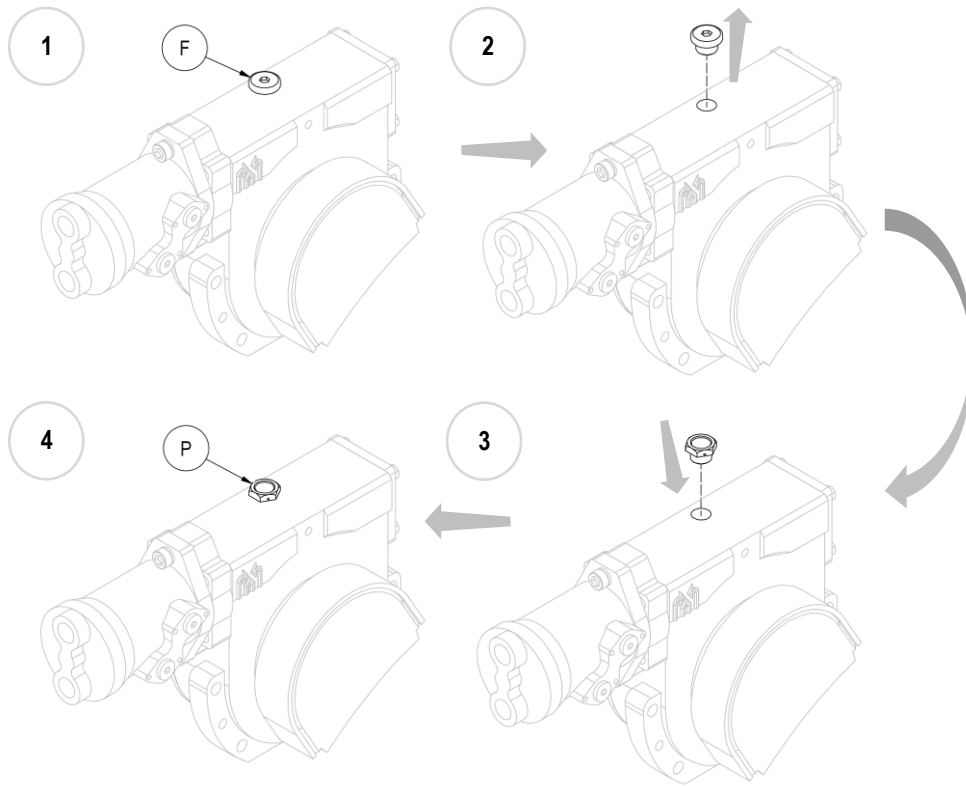

Figure 5
10. **N.B.** Une fois que l'équipement a été monté, avant l'utilisation, remplacer le bouchon de remplissage d'huile en fer (F) par celui en plastique fourni (P), doté d'un évent (voir *Figure 5*).